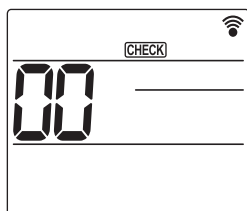

Fig. 6-7
- Drücken Sie Taste [MENU] 5 Sekunden lang. (Fig. 6-7)